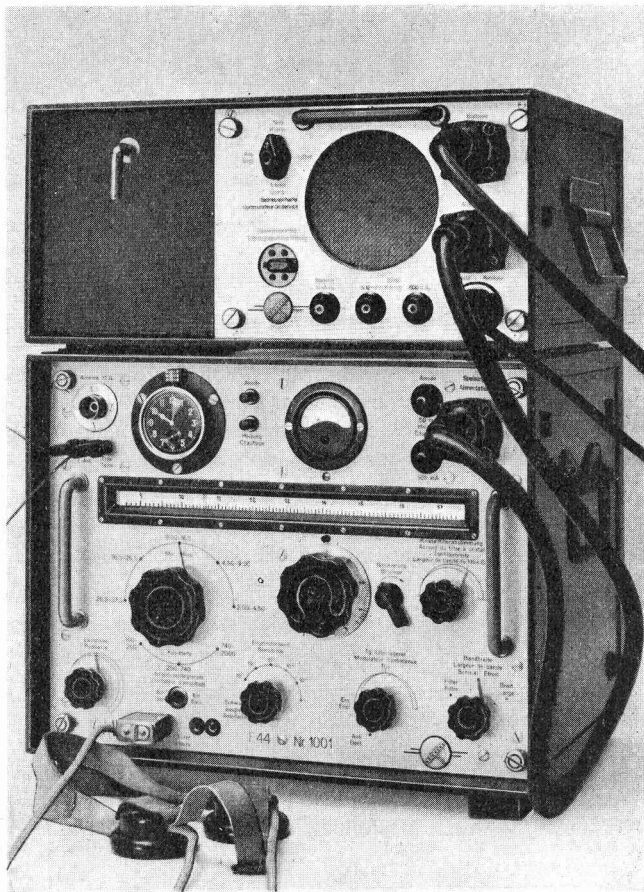

Bild 69. Empfänger E 44, betriebsbereit.
2. Verkabelung nach Bild 69 vornehmen: